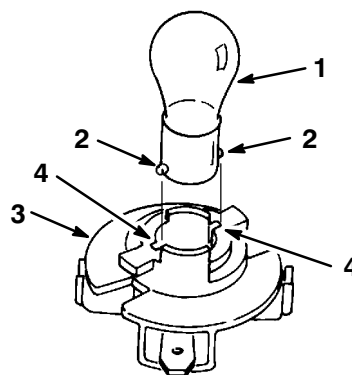

Abbildung 50
4. Die Birne hereindrücken, bis zum Anschlag im Gegenuhrzeigersinn drehen (ca. 1/4 Umdrehung) und aus der Birnenfassung herausziehen (Abb. 50).
1. Die Birne hat Metallstifte an der Seite ihrer Basis. Diese Stifte auf die Schlitz in der Birnenfassung ausrichten und die Basis in die Fassung stecken (Abb. 50). Die Birne hereindrücken und bis zum Anschlag im Uhrzeigersinn drehen.